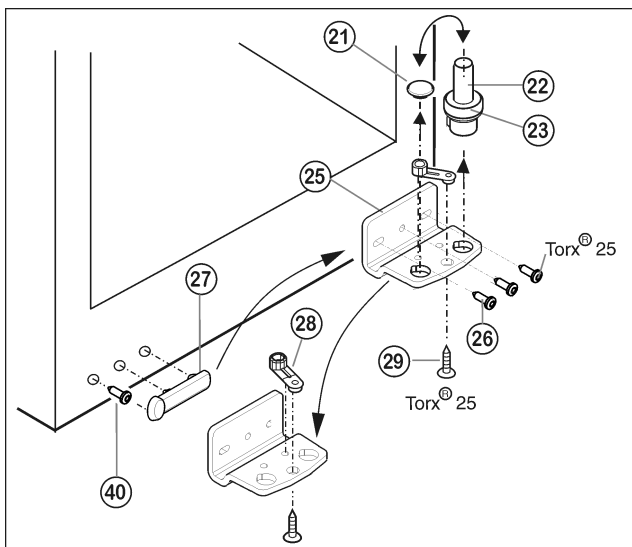

Fig. 5
- ▶ Установите дверцу сверху на нижний опорный палец Fig. 5 (22).
- ▶ При необходимости выровняйте дверцы через два продольных паза в нижнем опорном кронштейне Fig. 5 (25) параллельно корпусу устройства. Для этого выкрутите средний винт.